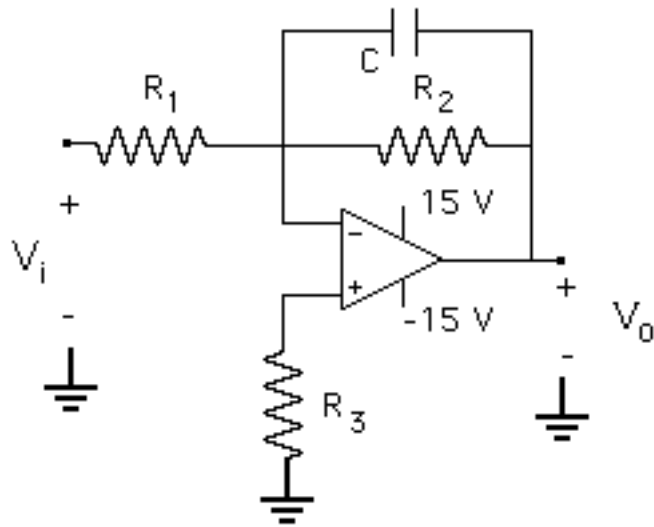

Figura 6.5.- Filtro pasa-bajo activo
- g) La frecuencia de corte del filtro pasa bajo activo de la figura 6.5 ($2\pi f_c = 1/R_2C$).